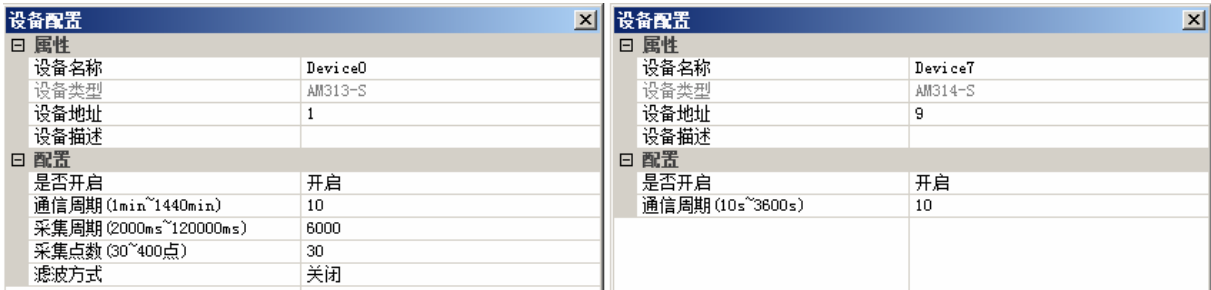

图 4-29 设备配置
6. 添加无线设备后，需通过以下方法，打开如图 4-29所示的设备配置界面，并配置参数。